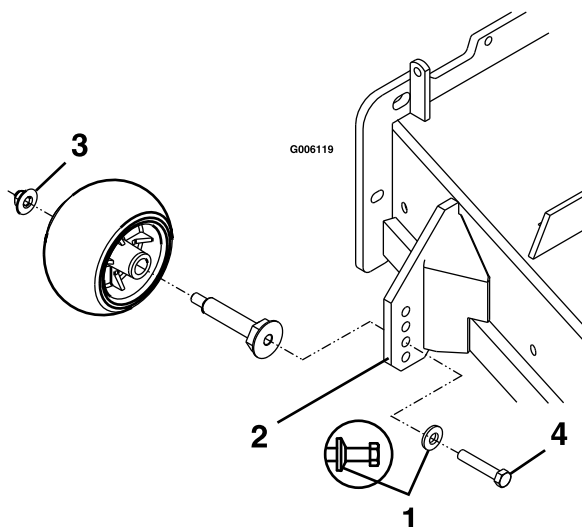

Figura 18
7. Asegúrese de instalar los pernos de los rodillos con la arandela elástica entre la cabeza el perno y el soporte de montaje (Figura 18).
8. Apriete el tornillo de caperuza hexagonal de 3/8-24 x 2 Gr 8 a 68–75 Nm (50–55 pies-libra) (Figura 18).